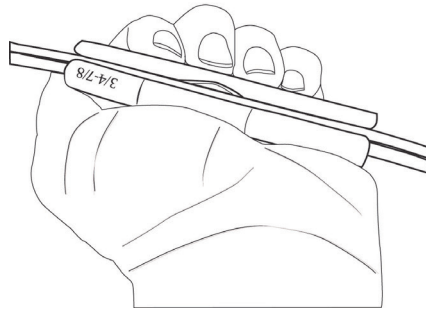

Figure 2
2. Fermer le protecteur cylindrique autour du câble (Figure 2).